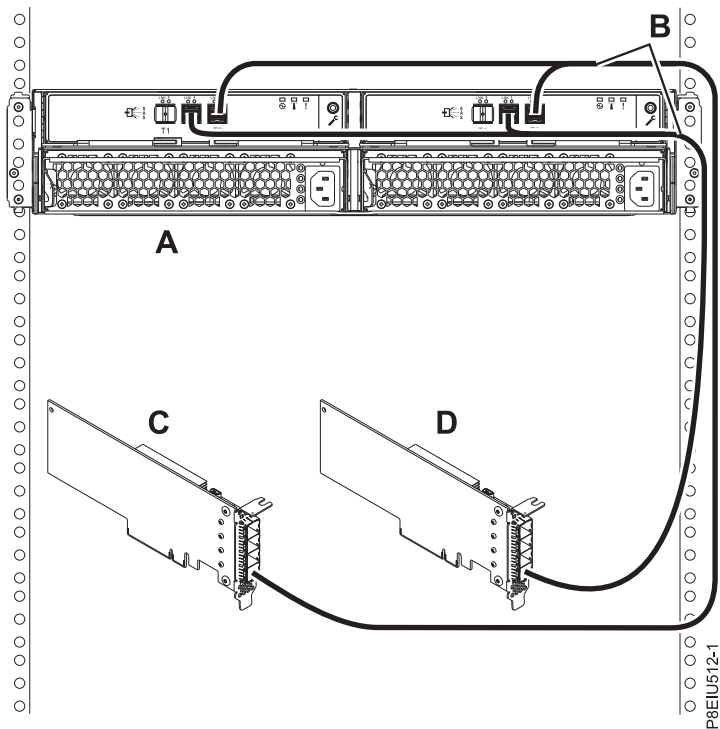

図 17. 2 つの独立 FC EJ0J SAS アダプターまたは FC EJ0M SAS アダプターへの YO12 ケーブルを使用した、1 台の ESLL ストレージ・エンクロージャーまたは ESLS ストレージ・エンクロージャーのモード 2 接続
17. 20 ページの図 17 に示すように、2 つの独立 FC EJ0J SAS アダプターまたは FC EJ0M SAS アダプターへの YO12 ケーブル (B) を使用した、1 台のエンクロージャー (A) のモード 2 接続を行います。その後、23 ページの『ケーブルと電源コードの接続およびカバーの取り付け』に進みます。